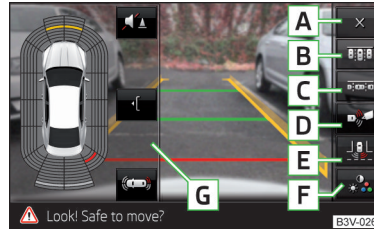

Abb. 176
Funktionsflächen » Abb. 176
- Die Funktionsfläche **C**  **» Abb. 176 auf Seite 144** antippen.